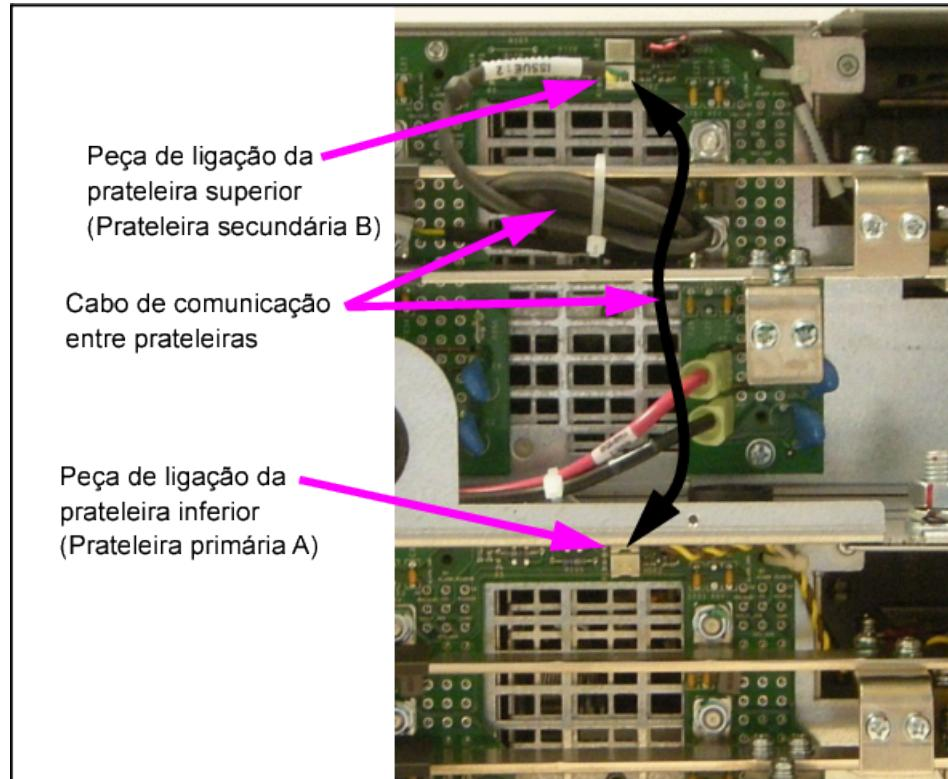

Figura 171: Comunicação entre prateleiras (vista traseira)
O controlador Pulsar comunica com cada rectificador através do barramento de comunicação de dados em série. Nos sistemas de duas prateleiras, sendo ilustrada a prateleira primária (A) em baixo, ligar a interligação de prateleira para prateleira a partir da peça de ligação HDR2 da prateleira secundária (B) no topo, para a peça de ligação HDR3 da prateleira primária (A) em baixo. (consulte Figura 165: Peças de ligação de referência HDR2, HDR3 na página 182 e Figura 171: Comunicação entre prateleiras \(vista traseira\) na página 188). O cabo prateleira para prateleira é fixado à prateleira secundária (B), peça de ligação HDR2, de fábrica. O cabo deve ser enrolado e fixado com uma braçadeira de cabos.